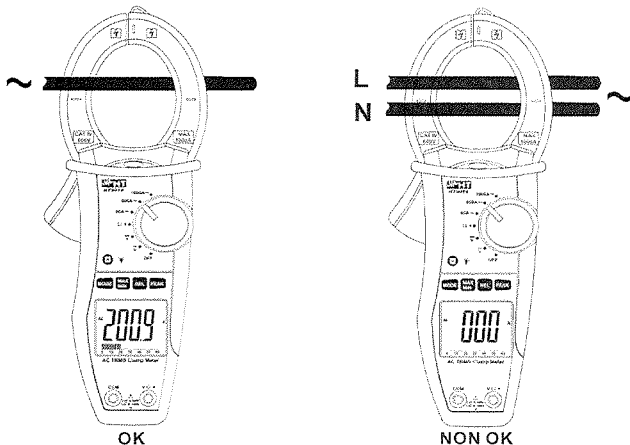

Abb. 8: AC Strommessung
2. Öffnen Sie die Zange und setzen Sie den zu messenden Leiter ins Zentrum der Zangenöffnung (siehe Abb. 8), der gemessene Stromwert wird angezeigt